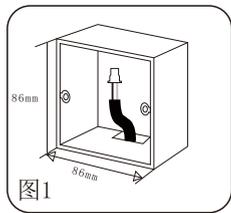

图1
3. 在需要安装线控器的位置安装一个的线盒(如下图1所示),将线缆拉入线盒。